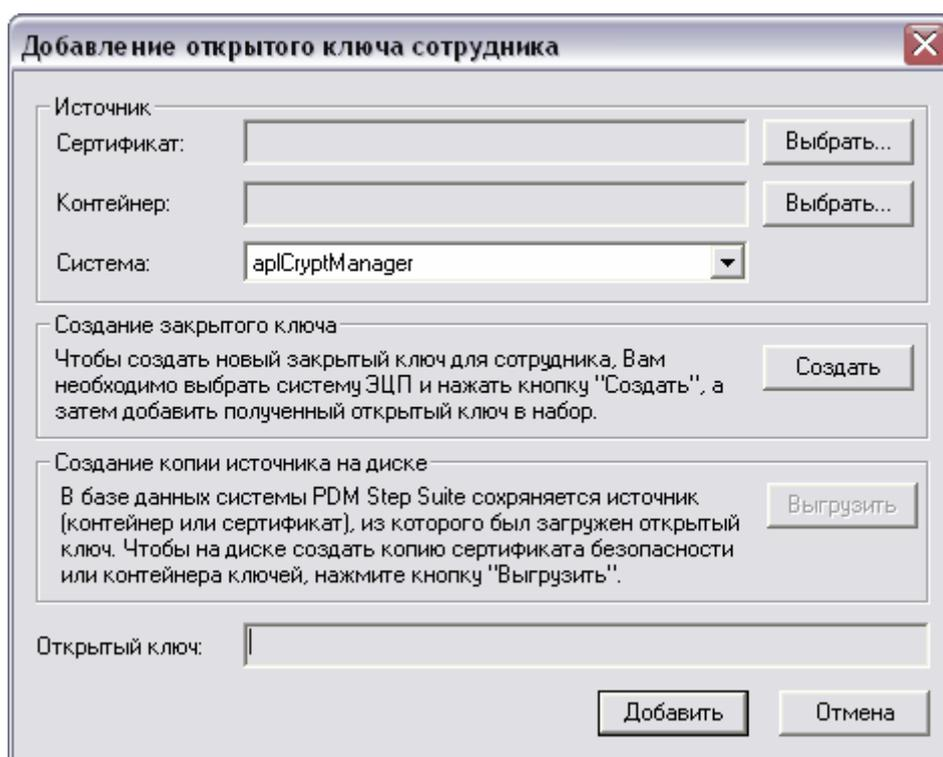

Рис. 117 Добавление открытого ключа сотрудника
2. В появившемся диалоговом окне выберите системы ЭЦП из списка поля **Система** (Рис. 117).
3. Открытый ключ можно загрузить из уже существующего файла контейнера (файл, в котором хранится закрытый ключ сотрудника,) или из сертификата безопасности открытого ключа. Для этого нажмите на соответствующую кнопку **Выбрать...** и выберите требуемый файл контейнера или файл сертификата безопасности. Далее нажмите на кнопку **Добавить** (Рис. 117).